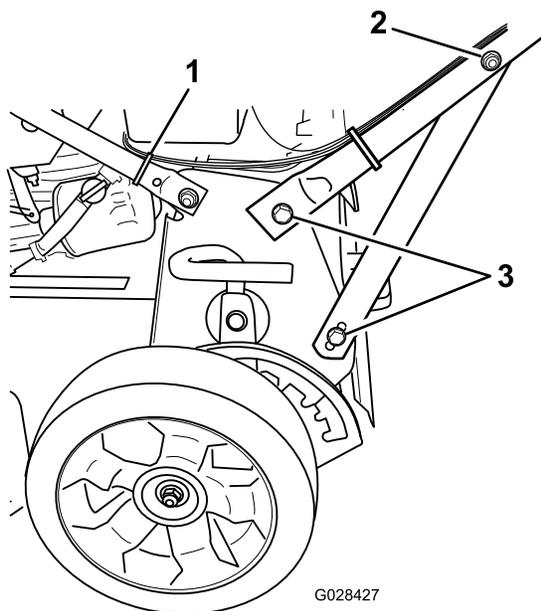

Figura 4
4. Aperte os dispositivos de fixação que suportam o manípulo em ambos os lados da máquina como se mostra na Figura 4.
2. Porca no suporte de apoio do manípulo (2)
3. Parafuso (4)
5. Utilize uma braçadeira de cabos para prender os cabos ao manípulo inferior no local que se mostra na Figura 4.